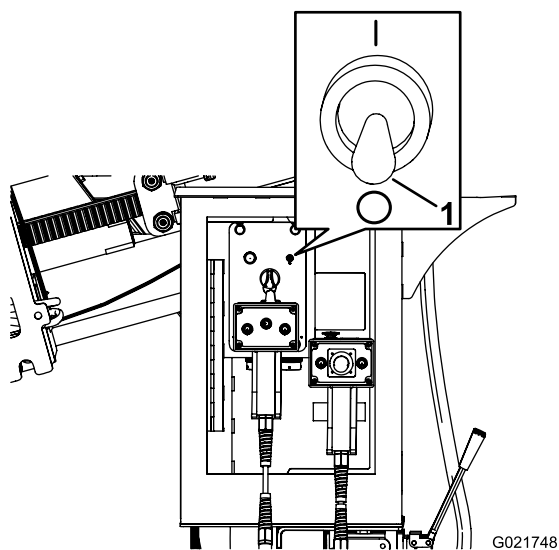

Figura 155
2. Certifique-se de que o interruptor da mangueira de aspersão esteja na posição Off (Figura 155).